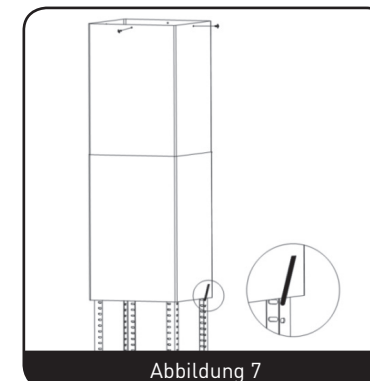

Abbildung 7
- Befestigen Sie die obere Esse mit vier gewindeformenden Schrauben. Stecken Sie die untere Esse auf die Winkelstangen und heben Sie sie an, bis sie sich direkt unter der oberen Esse befindet. (Abbildung 7)